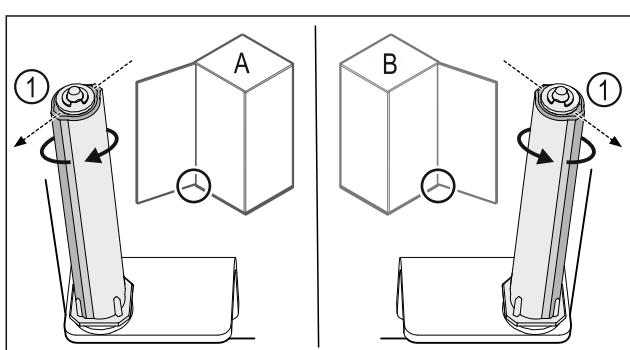

Fig. 29 Opritorul din stânga (A) / opritorul din dreapta (B)
- Rotiți sistemul de închidere până la rezistență, până când pragul sistemului de închidere Fig. 29 (1) este orientat spre exterior.